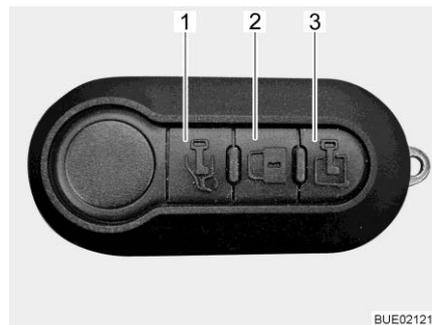

Fig. 51 Télécommande multifonction (3 touches)
- Appuyer une fois brièvement sur la touche  (Fig. 51,1). La porte chauffeur est déverrouillée.
- Appuyer une fois brièvement sur la touche  (Fig. 51,3). La porte cellule est déverrouillée.
- Appuyer une fois brièvement sur la touche  (Fig. 51,2). Toutes les portes sont verrouillées.